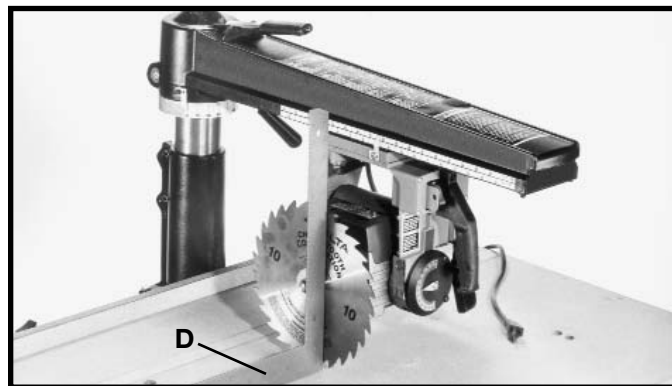

Fig. 41
3. Coloque el cabezal de corte en una posición de corte transversal que se ilustra en la Fig. 41. Baje el brazo guía hasta que la hoja quede justo por encima de la mesa y deslice el cabezal de corte hacia adelante hasta posicionarlo sobre la tabla de mesa delantera. Sujete el cabezal de corte en su sitio mediante el uso de abrazaderas, según lo ilustra la Fig. 41.
5. Coloque una escuadra (D) Fig. 41 sobre la mesa y contra la hoja de la sierra, como se ilustra aquí, y revise si la hoja cuadra con la mesa. **AVISO: La escuadra debe descansar entre dos dientes de la hoja de sierra.**